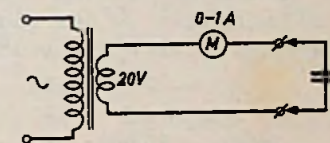

Fig. 26
**Technicus:** Goed, dan gaan we verder. Als wij bijvoorbeeld een condensator van 100  $\mu F$  (microfarad) aansluiten op een spanning van 20 volt met een frequentie van 50 perioden, en schakelen daarmee een wisselstroom-ampèremeter in serie, dan blijkt de afgelezen stroomwaarde 628 mA te bedragen (fig. 26). Dit gaan we nog even berekenen. De stroom i in de toevoerleidingen bedraagt: